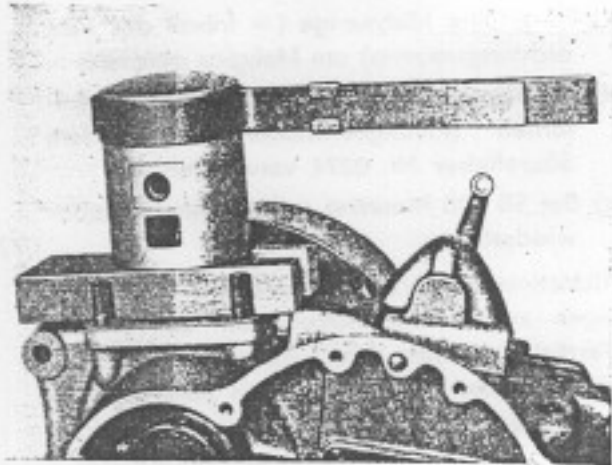

Bild 112. Anwendung der Kolbenringklammer Nr. 0966 und einer Holzgabel als Auflage für den Kolben beim Aufsetzen des Zylinders
16. Holzgabel unter den Kolben (bei SB 500 unter beide Kolben) schieben (Bild 112).